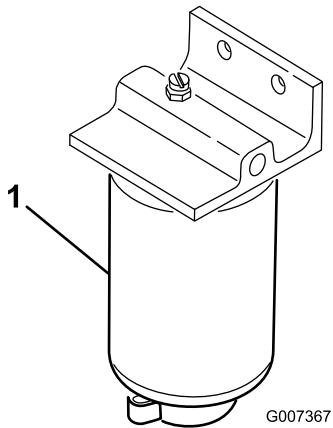

Figura 58
1. Mettete un contenitore pulito sotto il filtro del carburante (Figura 58).